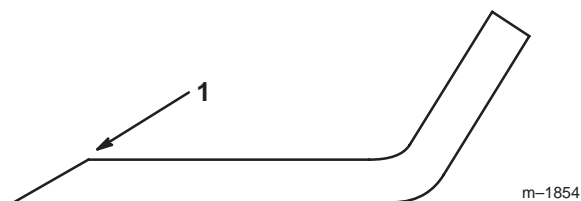

Figure 36
1. Au moyen d'une lime, aiguisez les tranchants aux deux extrémités de la lame (Fig. 36) en veillant à conserver l'angle de coupe d'origine. Limez la même quantité de métal sur chacun des deux tranchants pour ne pas déséquilibrer la lame.